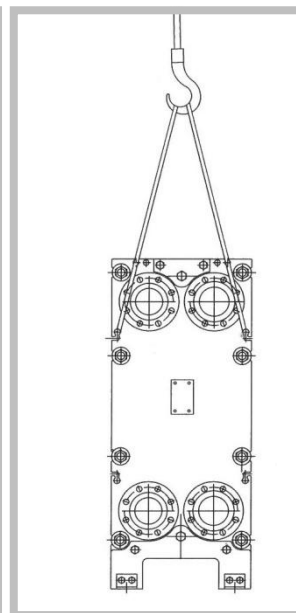

Рисунок 27
4. Осторожно опустить ПТО на ножки аппарата (Рисунок 27).